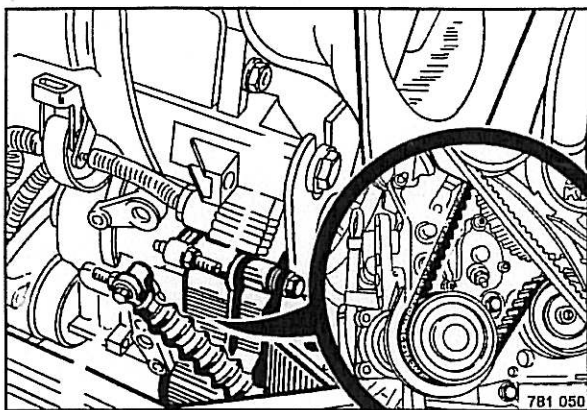

Fig. 127
- El cambio de la correa dentada (Fig. 127) se debe ejecutar por un taller especializado.